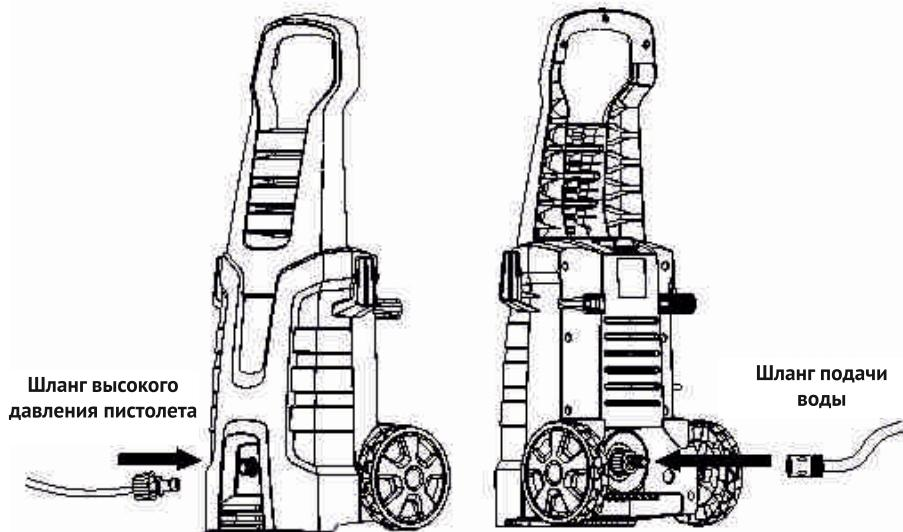

Рис. 4
8.1.3 Подключите к впускному штуцеру шланг подачи воды. Шлаг подачи воды не входит в комплект поставки мойки (рис. 4).